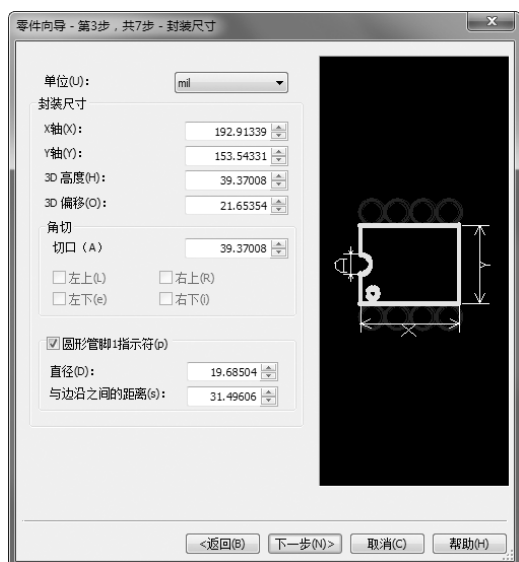

图 14-3 封装尺寸设定界面
3) 单击“下一步”按钮，进入封装尺寸设定界面。在这里设置焊盘的长、宽，选择单位“mil”如图 14-3 所示。